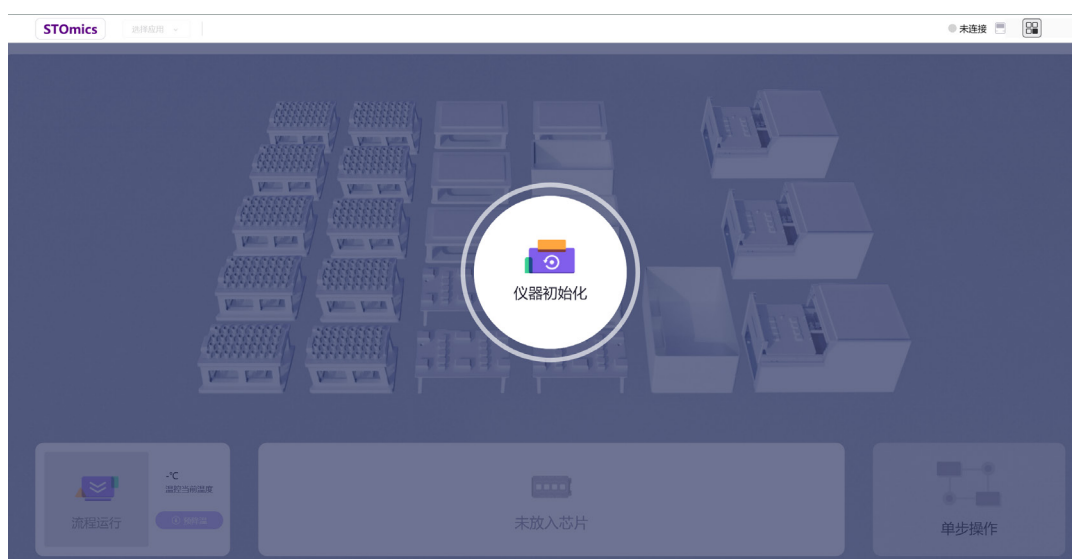

图 3-4 STOmics 软件仪器初始化界面
- c. 仪器初始化:打开软件后,请点击“仪器初始化”按钮进行系统自检,此过程预计为 **1-2 min**, 界面如图 3-4 所示;